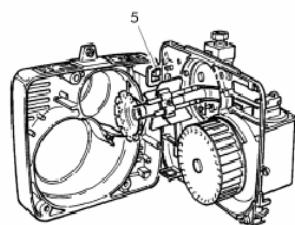

fig.3
- Установите пластину держателя узлов в рабочее положение 5 и проведите техническое обслуживание насадки сгорания (рис. 3).